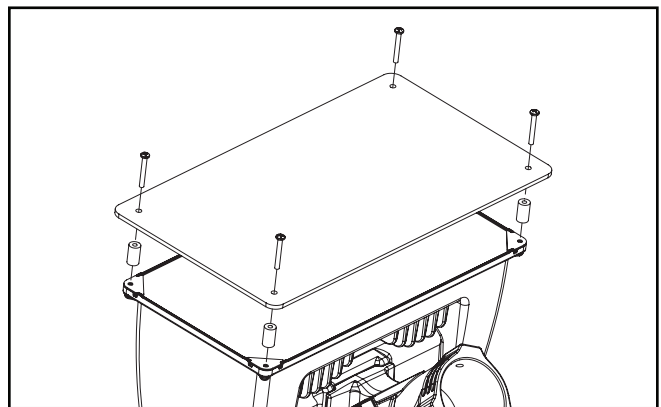

Figura 7.
## Cubierta antivandalismo (Figura 7.)
1. Afloje y extraiga los (4) tornillos de cabeza Philips 10-24 existentes en la parte frontal de la luminaria.
2. Alinee los (4) espaciadores de 7/8" con los orificios existentes.
3. Utilice (4) tornillos de 10-24 x 1-1/2" para asegurar la cubierta antivandalismo en la parte superior de la luminaria. (Figura 7.)